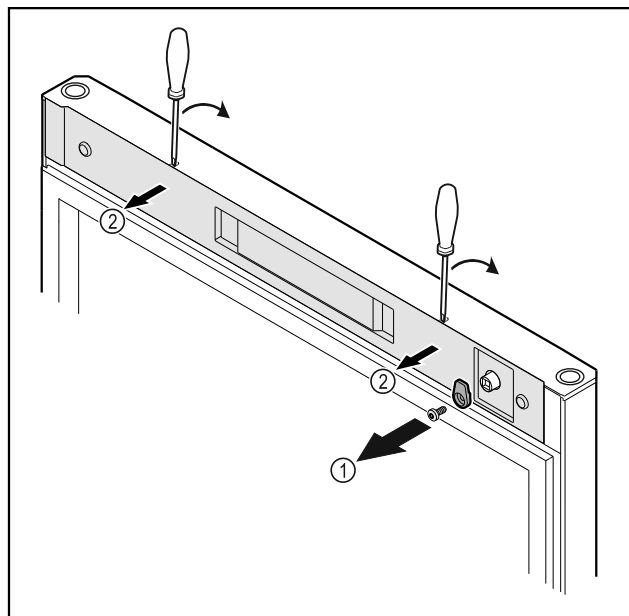

Fig. 21
- ▶ Deșurubați Fig. 21 (1) cârligul de închidere.
- ▶ Deblocați aparătoria Fig. 21 (2) cu o șurubelniță mică și detașați-o.